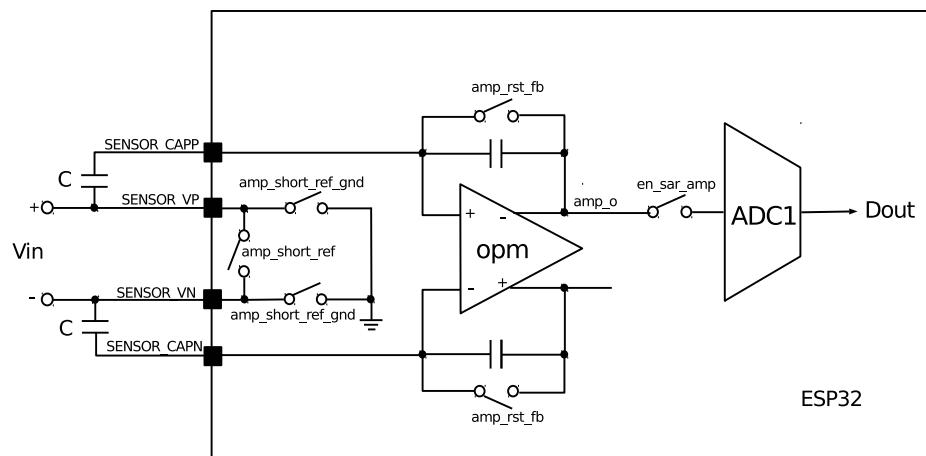

图 133: 低噪放大器的主要结构
- 支持可配置增益，可通过改变分别连接至管脚 SENSOR_CAPP / SENSOR_VP 与 SENSOR_CAPN / SENSOR_VN 上的采样电容进行设置，具体请见图 133。
低噪放大器的结构见图 133：